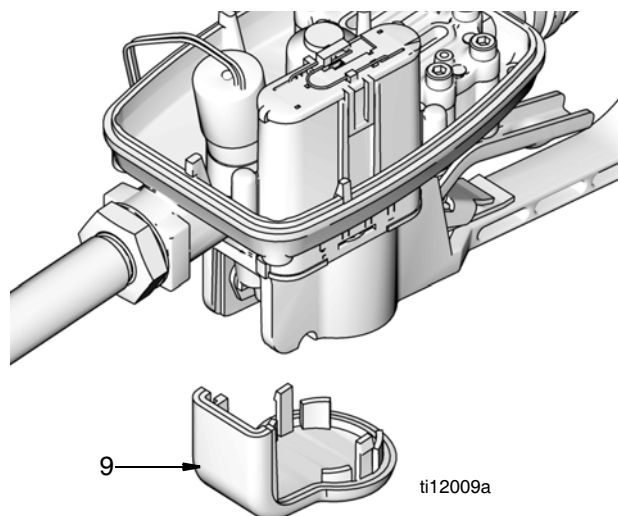

ABB. 36
8. Entfernen Sie die Schutzkappe (9), indem Sie Ihren Daumen bzw. Finger hinter der Abdeckung ansetzen und die Schutzkappe loshebeln. Schieben Sie dann die Schutzkappe nach unten aus der Gehäusenut (ABB. 36) heraus.